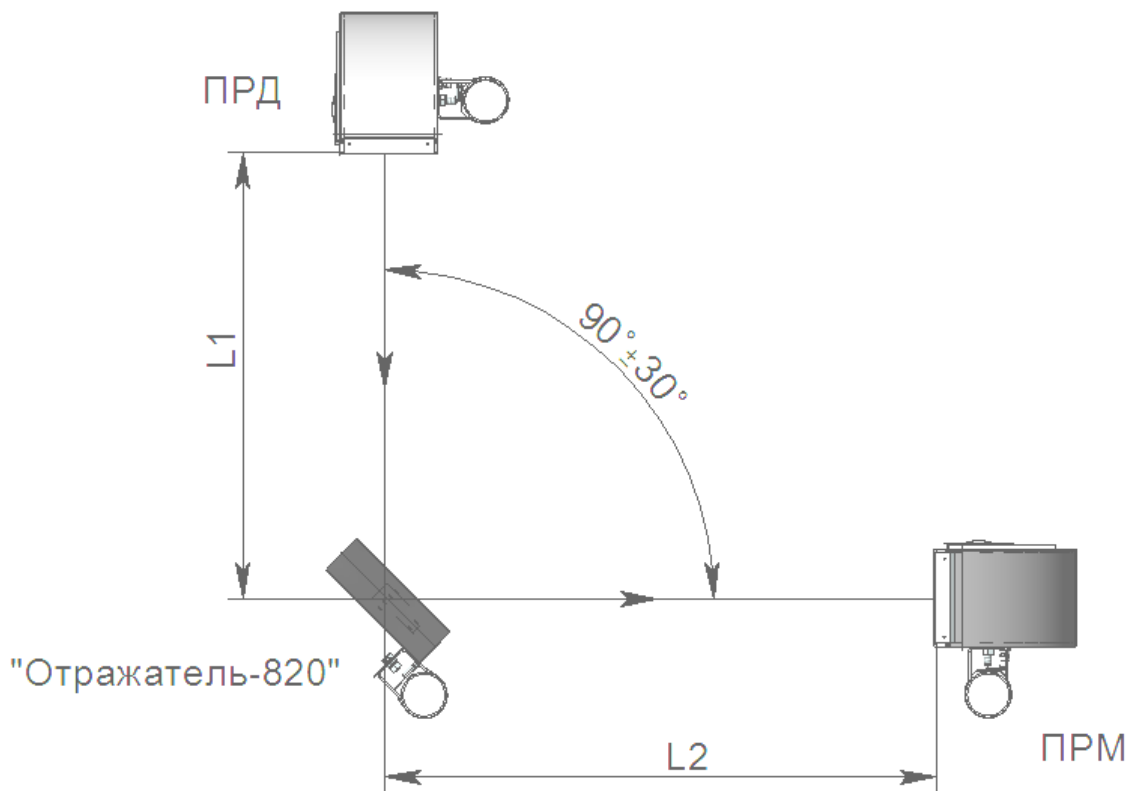

Рисунок 10.1
10.2 При работе с «Отражателем-820» суммарная длина зоны обнаружения $L1+L2$ (где $L1$ – расстояние между ПРД и отражателем, $L2$ – расстояние между отражателем и ПРМ, см. рисунок 10.1) не должна превышать 70 м.